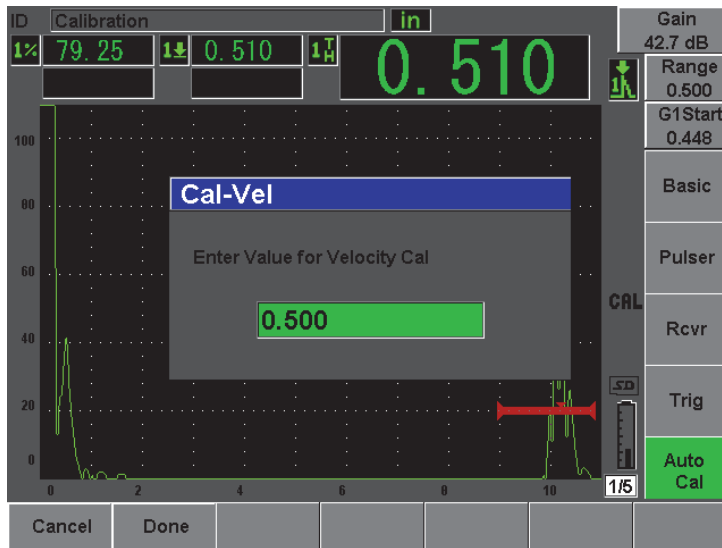

Figura 10-9 Inserimento del valore di spessore per la calibratura della velocità
16. Nella finestra di dialogo **Cal-Vel**, inserire lo spessore noto dell'indicazione nella porta (12,7 mm [0,5 in] in questo esempio) ed in seguito selezionare **Done** (esegui) per completare la procedura di calibratura (vedi Figura 10-9 alla pagina 170).